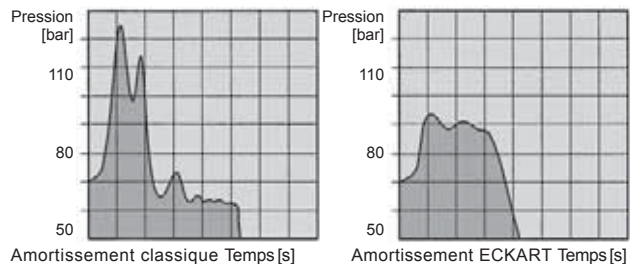

Figure 3
- L'amortissement ECKART élimine les pics de pression, souvent synonymes de casse avec les systèmes d'amortissement traditionnels (voir figure 3)